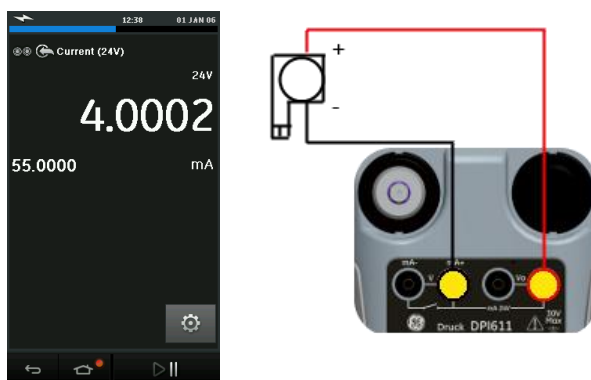

Figure 2-18 Mesurer le courant sur canal électrique gamme ± 55 mA
- La Figure 2-18 affiche le canal électrique mis en place pour mesurer un courant avec boucle d'alimentation interne.